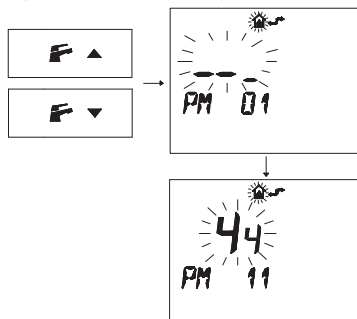

Рисунок 5.41
- Нажмите кнопку  или , чтобы вывести на дисплей параметр "PM11" постциркуляции насоса (Рисунок 5.41).